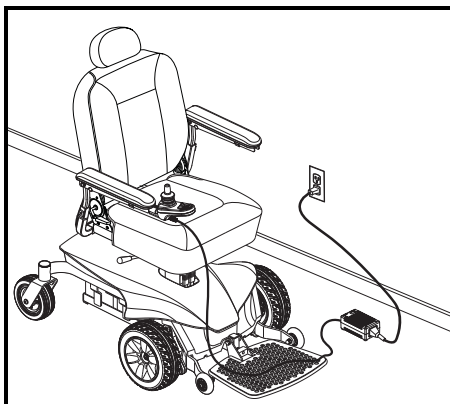

Figure 20. Recharge des batteries
1. Placez l'avant du fauteuil près d'une prise électrique ordinaire. **Voir la figure 20.**
3. Branchez le connecteur à 3-fiches du câble du chargeur externe dans le réceptacle de programmation/chargeur sur le contrôleur. **Voir la figure 20.**